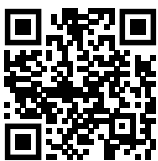

Fig. 86
- ▶ Ανοίξτε το Liebherr SmartMonitoring Dashboard. (βλέπε Fig. 86)